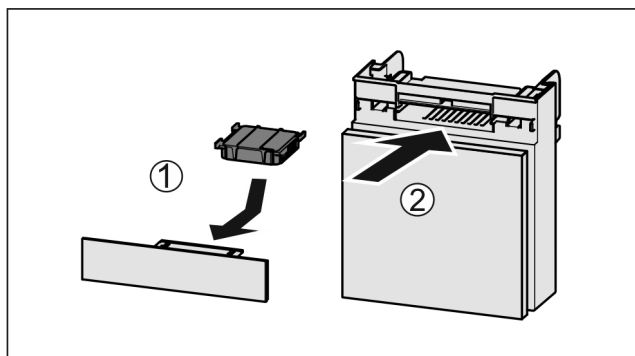

Fig. 152
- ▶ Insérer le filtre à charbon actif d'après le schéma *Fig. 152 (1)*.
- ▶ Insérer le compartiment *Fig. 152 (2)*.